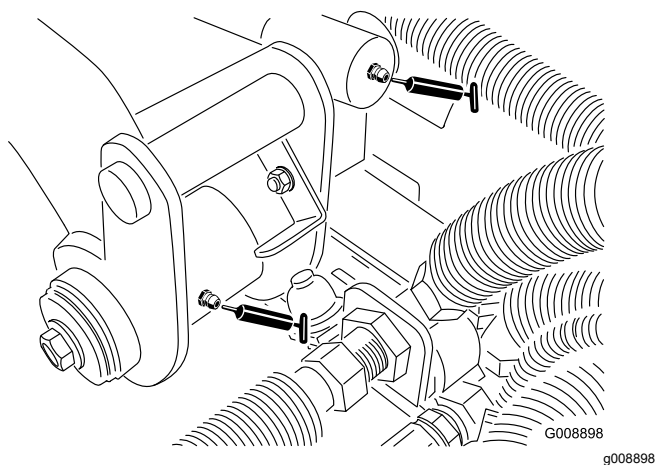

Figura 36
- 2 pivotes de brazo de elevación trasero y cilindro de elevación (Figura 36)